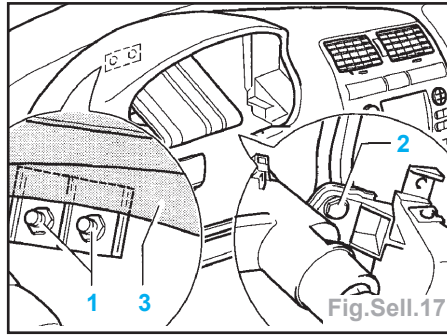

Fig.Sell.17
- Déposer les écrous (1) (au-dessous du canal d'air (3)) des boulons. (Pousser le canal d'air (3) vers le haut, si nécessaire.) (Fig.Sell.17).